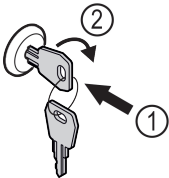

Fig. 192
- Schlüssel hineindrücken Fig. 192 (1).
- Schlüssel um 90° im Uhrzeigersinn drehen Fig. 192 (2).